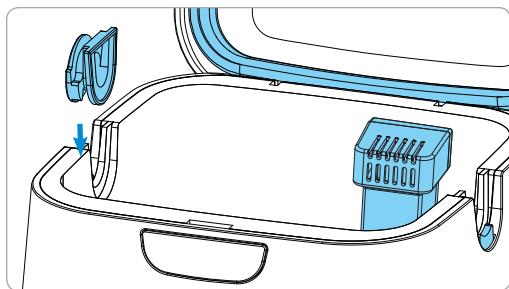

Figura 6. Colocar el tapón de la ranura de la manguera extraíble
2. Instale el tapón de la ranura de la manguera extraíble en una ranura libre (figura 6).
Oriento el tapón de la ranura de la manguera extraíble como se muestra en la figura 6. La acara redonda del tapón de la ranura de la manguera extraíble debe quedar fuera de la dispositivo SoClean.